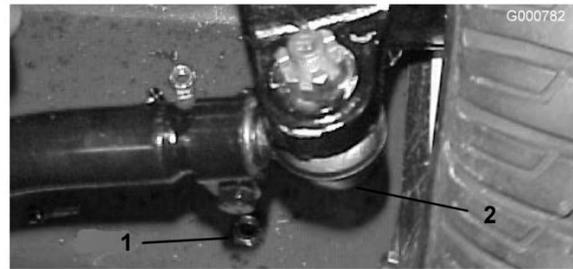

Figura 69
2. Per regolare, togliete la coppia e il dado da uno dei giunti a sfera del tirante. Togliete il giunto a sfera del tirante dal supporto della scatola del ponte (Figura 69).
3. Allentate i fermi su entrambe le estremità dei tiranti (Figura 69).